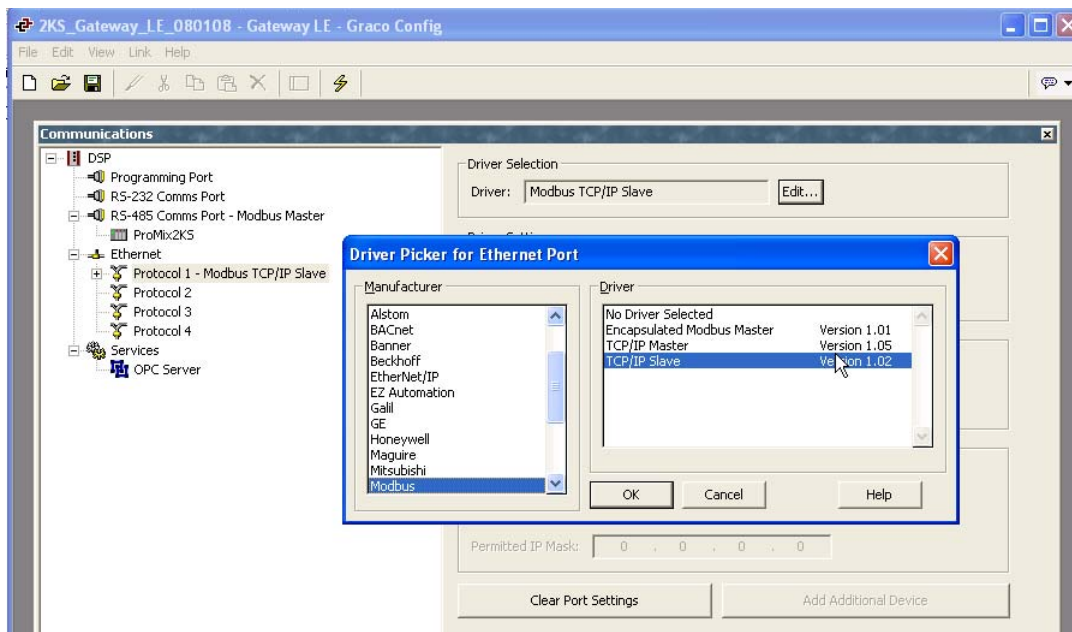

FIG.20: Selezione del protocollo
2. Vedere la FIG.20. Evidenziare il protocollo 1. Fare clic sul pulsante Edit, sul lato sinistro della finestra, per aprire la finestra Driver Picker. Scegliere un protocollo nell'elenco disponibile, in questo esempio: Modbus e TCP/IP Slave. Il sistema crea il dispositivo PLC1.